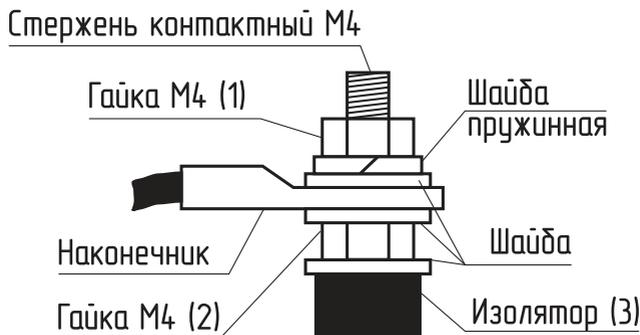

Рис.18 Присоединение проводов к выводам блок ТЭН
- При замене блок ТЭН присоединение фазных проводов к выводам блок ТЭН производить согласно **Рис.18**. Сечение кабеля указано в **Таб.1** и **Таб.2**;
- Провод нейтрали «N» подключить на перемычку блока ТЭН (**Рис.18**).